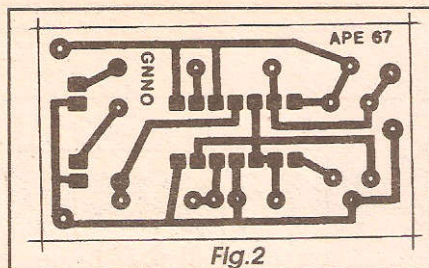

Fig. 2
- FIG. 2 - LAY OUT DO CIRCUITO IMPRESSO ESPECÍFICO - Fácilzinha, a placa específica tem seu padrão cobreado definitivo mostrado em escala 1:1, na figura... Pequena e estreita, até um retalho, uma *tripinha* de fenolite perdida na sucata (ou adquirida a *preço de banana*, nas lojas de ofertas...) será suficiente para sua confecção... É recomendável efetuar a traçagem (após marcar a cópia através de carbono...) com decalques ácido-resistentes, devido à presença do integrado, obtendo-se um acabamento mais perfeito e